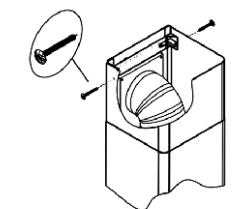

рис. 11
6.5 Установите фальштрубы. Выдвиньте верхнюю фальштрубу, оденьте ее на кронштейн (рис. 11) и закрепите самонарезающими винтами.